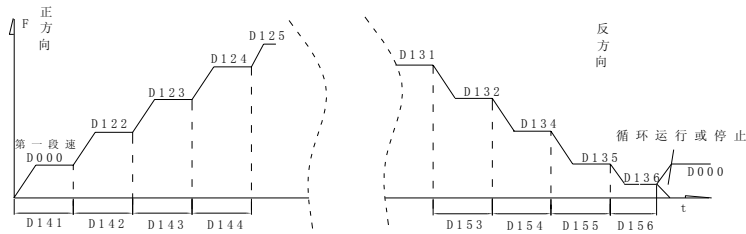

图 16
2) 运行时间是从发出改变频率指令后开始计算的, 包括了升降速时间, 图 16 假定只为同一方向运行, 如其间改变了方向, 那么升降速消耗的时间就更为可观了, 用户对定时较为严格时, 需要考虑这些额外时间。